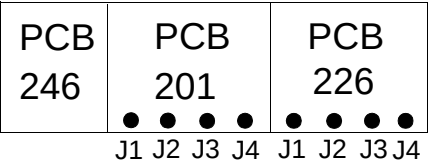

図. 23
- 6. PCB201 の J1 もしくは J2 からの二本のセンサー配線を外して下さい。図. 23 参照。